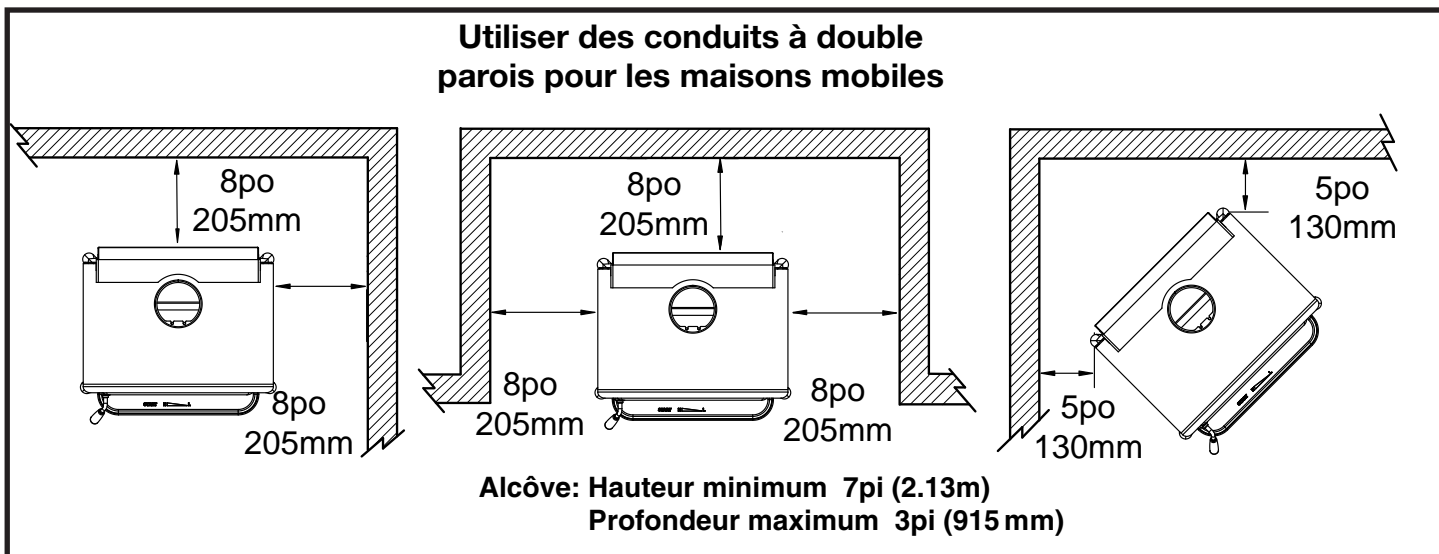

Figure 11: VISTA LE Dédouanements de maisons mobiles.
1. Placer le poêle et la protection du plancher en fonction du trou d'entrée d'air de combustion en s'assurant que les dégagements sont conformes à l'étiquette signalétique et tels qu'indiqués à la figure 11.
Ce poêle doit être installé avec un conduit d'évent à cloison double qui figure sur la liste et un système de cheminée compatible. Les dégagements des surfaces et matériaux combustibles sont indiqués à la (Figure 11). Consulter le code des incendies local ou les autorités pour obtenir l'approbation.